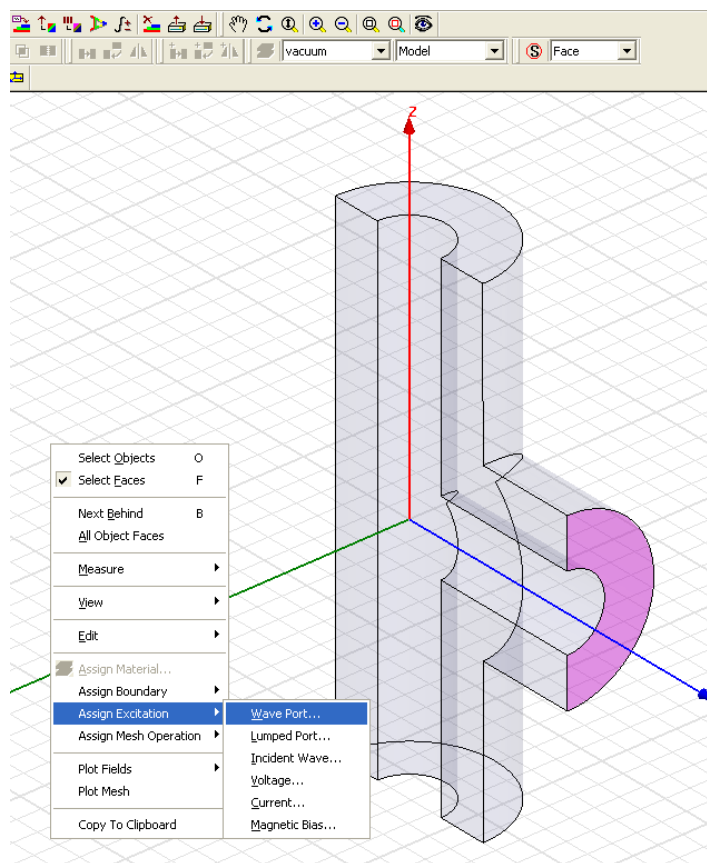

Рис.1.14. Определение волнового порта
Воспользуемся симметрией модели относительно плоскости YZ . Выделим модель, щелкнув по ее изображению в окне 3D-конструктора или по узлу CoaxTee (Cylinder3) в дереве модели. Подайте команду **Edit** → **Boolean** → **Split...**, в открывшемся диалоговом окне выберите плоскость сечения (YZ) и сохраняемую в проекте часть модели (Negative side). Нажмите кнопку **OK**. Результат работы команды можно видеть на рис. 1.14.
На панели инструментов задайте режим выделения поверхности (Face). Подведите курсор мыши к участку внешней границы, который будем определять как порт, и щелкните левой кнопкой мыши. Выбранный участок будет выделен цветом. Для вызова контекстного меню щелкните правой кнопкой мыши и подайте команду **Assign Excitation** → **Wave port...** (рис. 1.14).